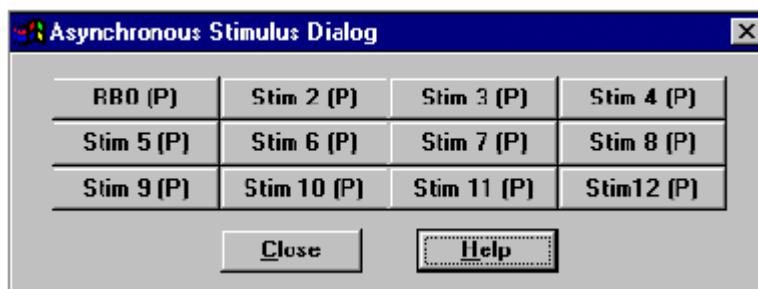

图 6-10: 异步激励会话窗口 – RB0 (T)
将光标放置在：“RB0”上并双击鼠标。异步激励窗口将会象图 6-10 显示的那样。需要指出的是，现在按钮显示的是：“RB0 (T)”。